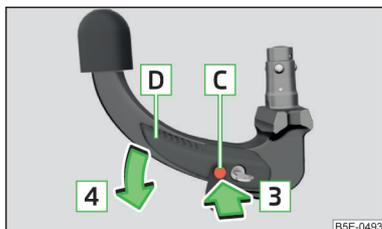

Abb. 168
- Den Auslösebolzen **C** in Pfeilrichtung **3** bis zum Anschlag hineindrücken und gleichzeitig den Bedienungshebel **D** in Pfeilrichtung **4** bis zum Anschlag drücken » Abb. 168.